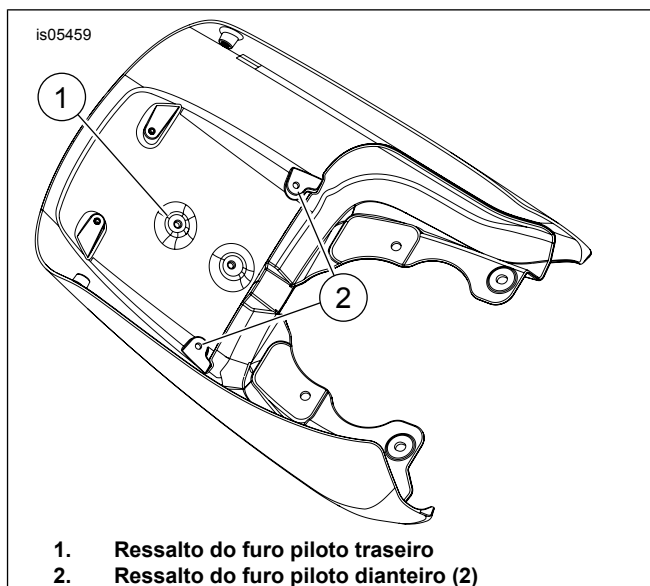

Figura 2. Parte interna do para-lama
1. Veja Figura 2. Aplique fita adesiva na superfície pintada do para-lama no local dos três furos (1 e 2). Isto protegerá a superfície pintada durante a operação de perfuração.
3. Veja Figura 2. Use uma broca do tipo espada de 1/2 pol. ou uma broca unibit de 1/2 pol. (**não** use uma broca do tipo espiral) para fazer os três furos na parte interna do para-lama através dos três ressaltos do furo piloto (1 e 2). Interrompa a furação quando a ponta da broca aparecer na superfície externa do para-lama.